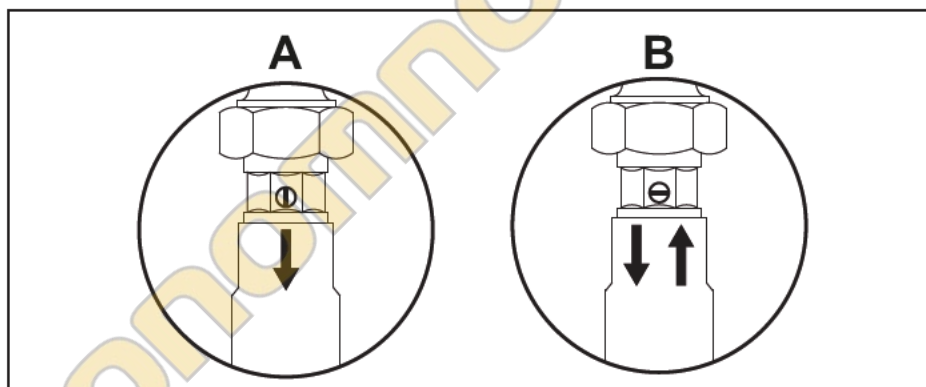

рис. 22
- Для опорожнения системы отопления используйте кран 275 на рис. 25, предварительно сняв блокировку затворов обратных клапанов поз. 179 на рис. 25 (см. также рис. 22). Для удаления воздуха из системы откройте вентили радиаторов.